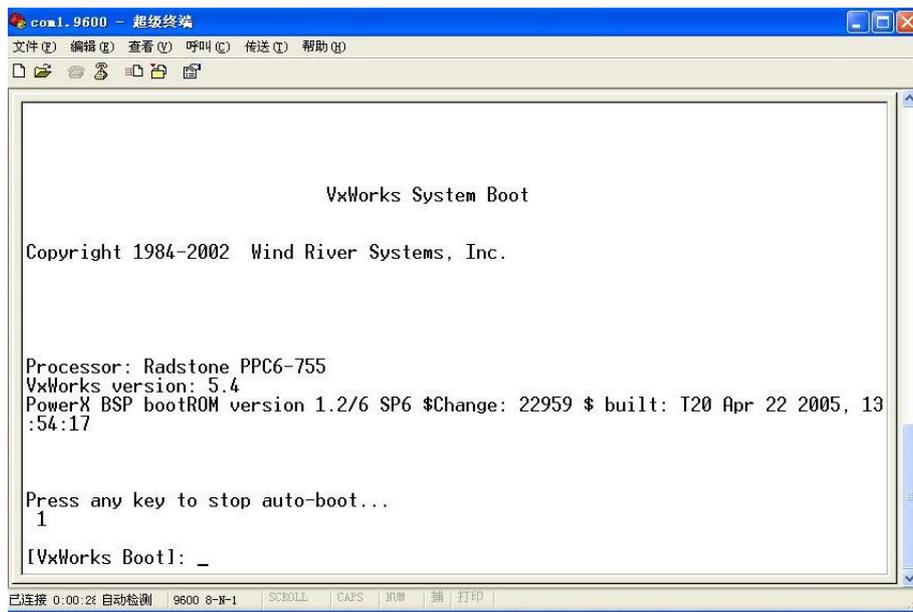

图 2.8 在超级终端中显示的引导信息
(3) 烧写芯片，引导系统。经过上一步的转换之后，bootrom 文件已经适合于烧写芯片。通过烧写器将其固化到芯片中，然后安装芯片到开发板上就可以引导 VxWorks 系统了。实际上，x86 系统的 Bootrom 也可以烧写到 ROM 中代替 BIOS 使用，这样可以大大提高系统引导速度，但需要对原有 BSP 进行较多的修改。不同的开发板具有不同的特性，很多开发板都没有显示机制，不能直接显示系统的引导过程。解决这个问题的方式很多，很多开发板都通过串口向主机发送信息。将串口与主机相连，通过超级终端即可看到主机的引导过程，如图 2.8 所示。